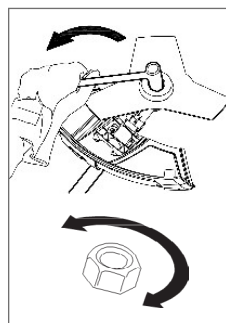

Рис. 14
2.3.7 Стопорная гайка (Рис. 14).